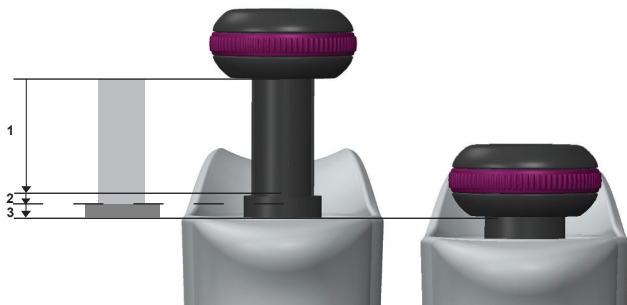

Imagen 6
La pipeta de canal único F1-ClipTip 2-20 µl y las pipetas de 5-50 µl utilizan una innovadora tecnología de pistón de súper descarga para garantizar la administración eficiente de líquidos con volúmenes pequeños. En las pipetas que tienen este pistón, se observan tres movimientos (Imagen 6), cuando se presiona el émbolo para dispensar el líquido.
**¡ATENCIÓN!** Si el pistón de super vaciado (blow out) está atascado, puede ser necesario aplicar una fuerza superior a la habitual para liberarlo. Asegurar que el pistón llegue a la posición inferior (Imagen 6).